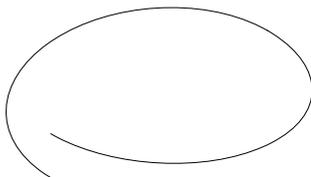

Рисунок 2.6
- используя команду **Редактировать\3D операции\3D поворот** осуществить поворот полуокружностей на требуемый угол (рисунок 2.6);